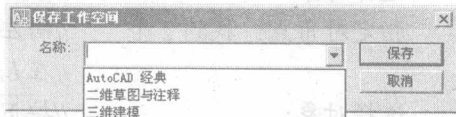

图 1-12 【保存工作空间】对话框
4. 打开【工作空间】工具栏中的下拉列表，选择【将当前工作空间另存为】选项，弹出【保存工作空间】对话框，如图 1-12 所示。该对话框【名称】下拉列表中列出了已有的工作空间，选择其中之一或是在列表中输入新的工作空间名称，单击 **保存** 按钮，即可将当前工作空间保存。